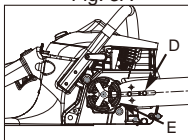

Fig. 3C
6. Plasati capătul canelat al barei de ghidaj peste bolțul barei (D). Glisați bara de ghidaj în spatele tamburului ambreiajului (E) până la oprirea barei de ghidaj. (Fig.3C)